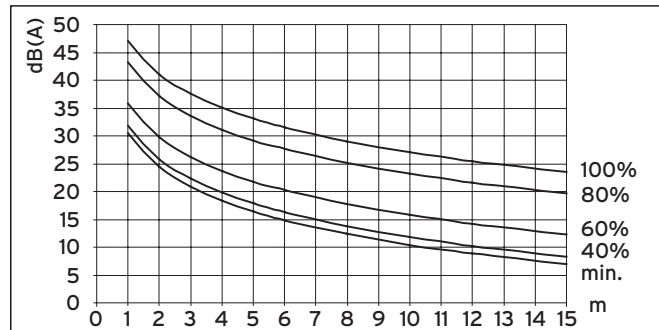

Abb. 6.1 Schalldruckpegel einer Außeneinheit in dB(A) in Abhängigkeit von der Entfernung und der Lüfterdrehzahl für VWL 61/3 S bei Freifeldaufstellung
- Wählen Sie die Einstellung so, dass die national gesetzlich geforderten Immissionswerte für Lärm außerhalb von Gebäuden eingehalten werden (→ **Abb. 6.1 bis 6.5 und Tab. 6.1**).